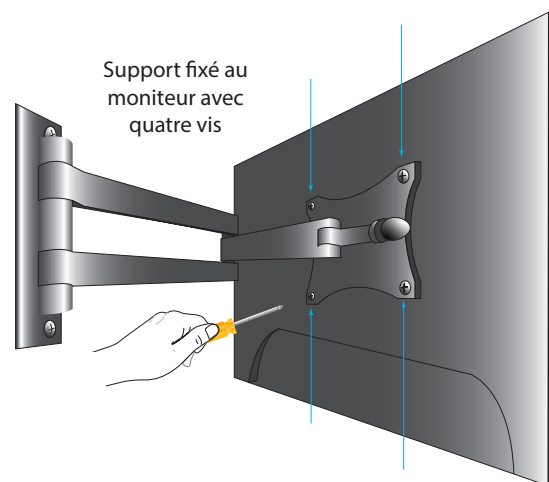

Fig. 1.4
- 5 Fixez le moniteur à la façade à l'aide du matériel fourni (voir la Fig. 1.4).